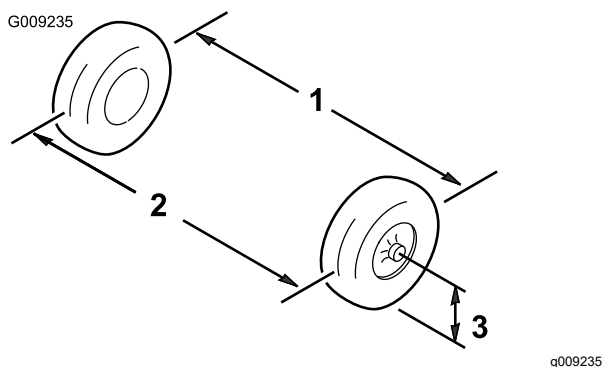

Figura 44
2. Mida la distancia entre los neumáticos delanteros a la altura del eje, en la parte delantera y trasera de las ruedas (Figura 44).